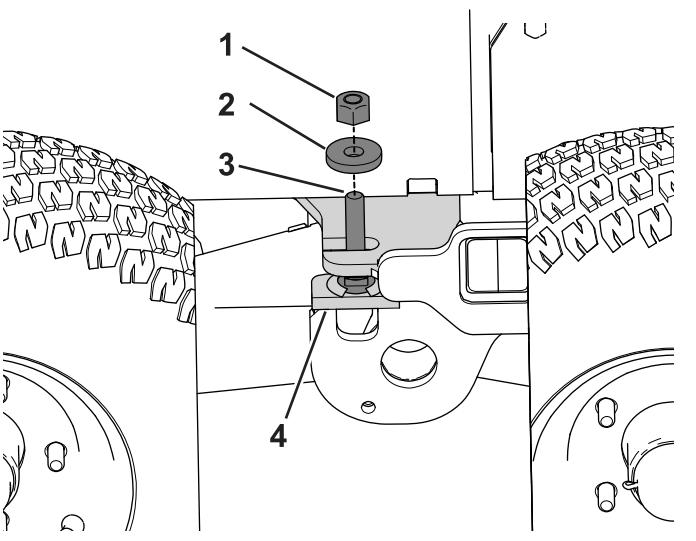

Figura 104
2. Retire la contratuerca y la arandela de la varilla roscada del tope del bogie (Figura 104).
9. Instale y apriete la arandela plana ($\frac{1}{2}$ ") y la contratuerca en el conjunto de giro del bogie (Figura 104).